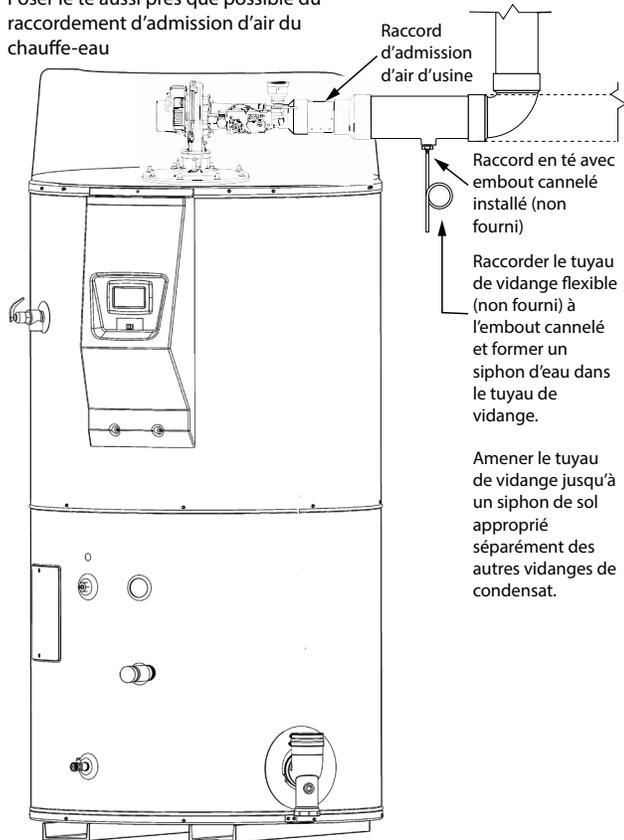

Figure 23. Pose du té de condensat de l'air d'admission
9. Un raccord en té et un tuyau de vidange de condensat (non fournis) doivent être installés dans la tuyauterie d'admission d'air à proximité du chauffe-eau dans les climats plus froids ayant de fortes accumulations de neige et dans les régions soumises périodiquement à une forte humidité. Le tuyau de vidange doit être acheminé vers un siphon de sol adéquat séparé de toutes les autres vidanges de condensat. Voir *Figure 23* (page 34).
Les installations qui présentent l'une quelconque de ces situations devront comporter une conduite de vidange d'humidité à siphon s'écoulant vers un écoulement d'eaux usées. Voir **Figure 23**. Sur une portion horizontale du tuyau d'admission d'air à proximité du chauffe-eau, prévoir un té et un embout cannelé pour vidanger l'eau. Le té doit être placé aussi près du chauffe-eau que possible. Dans toute installation, le tube de vidange doit comporter un siphon et s'écouler vers une évacuation d'eaux usées adaptée. La conduite de vidange de l'admission d'air doit être entièrement distincte de la conduite de condensats de la sortie d'évacuation des gaz de combustion.